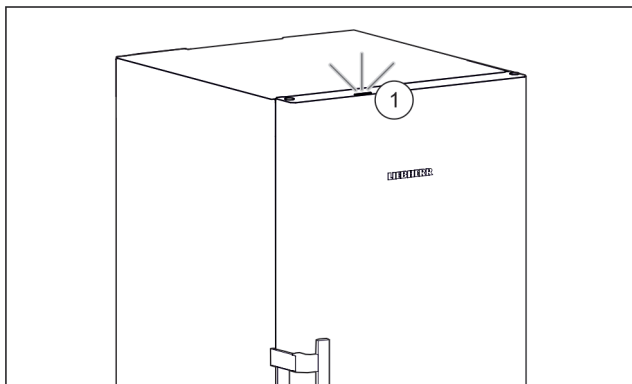

Fig. 51 Spia di stato attiva quando lo sportello è chiuso
- ▷ La spia di stato Fig. 51 (1) è attivata.